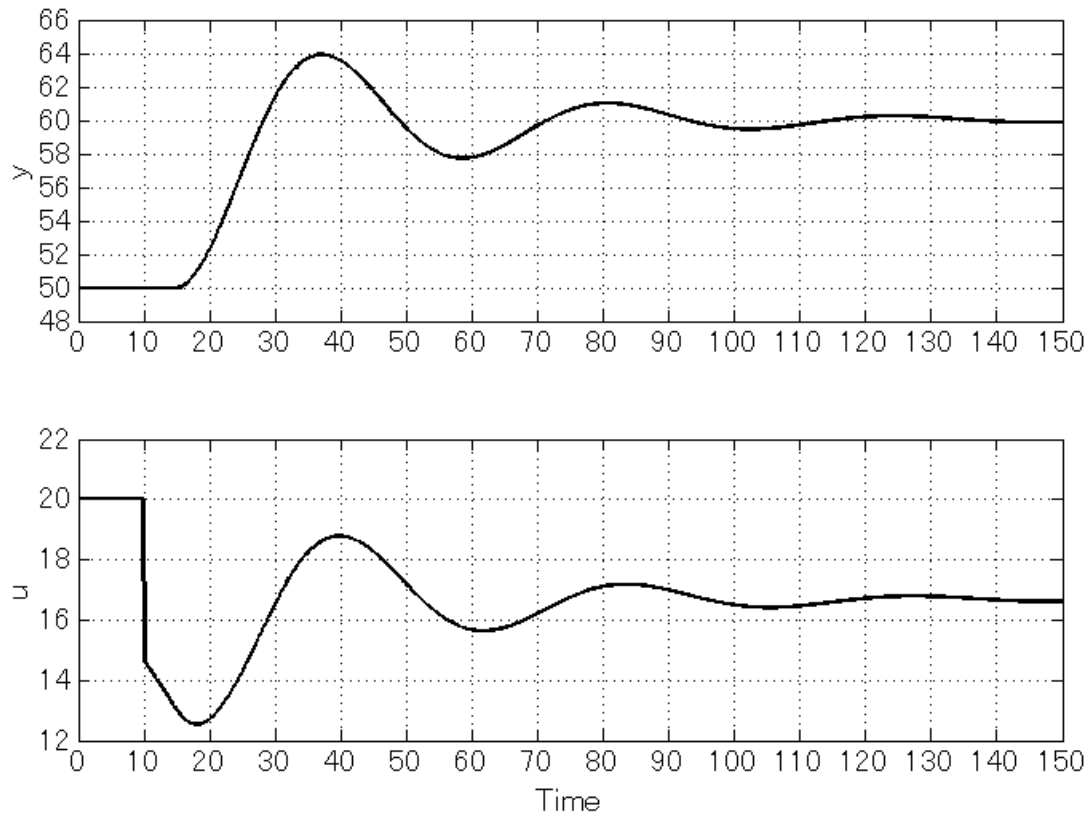

図2 制御結果
- 4) IMC フィルタ時定数を試行錯誤により決定して制御実験を実施したところ、図 2 のような制御結果を得た。この結果より、行過ぎ量、減衰比、立上り時間、整定時間を求めよ。
- 7) 図 2 の制御結果、およびゲイン余裕を 10dB に変更した後の制御結果において、ステップ状設定値変更直後に操作変数の急激な変化が観察された。本プロセスの運転上、この急激な変化は望ましくない。ステップ状設定値変更に対して、操作変数の急激な変化をなくすには、どのような制御手法を利用すればよいか。その名称を、制御系のブロック線図と共に答えよ。